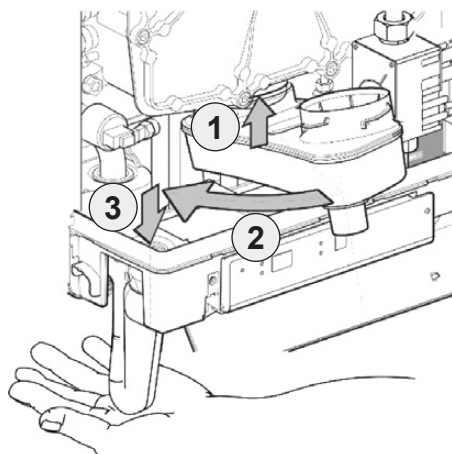

Fig. 52
- Csúsztassa a füstgázgyűjtőt a hőcserélő csatlakozójával alulról a hőcserélő (1) leeresztőcsatlakozására (mint a Fig. 52 oldalon, a füstgázgyűjtő szifoncsatlakozásának a hőfejlesztő pereme előtt kell lennie).
- Fordítsa a füstgázgyűjtőt a szifoncsatlakozással balra (2).
- Nyomja a füstgázgyűjtő szifoncsatlakozását a szifon fűvókába (3).